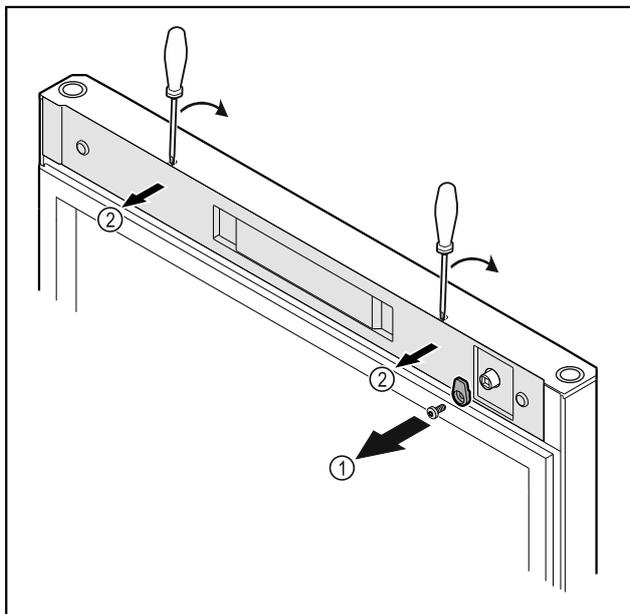

Fig. 53
- Svitare i ganci di chiusura Fig. 53 (1).
- Disinnestare la copertura Fig. 53 (2) con l'ausilio di un piccolo cacciavite e rimuoverla.